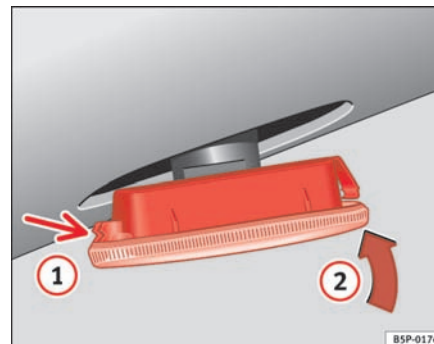

Fig. 144 Blinklygter i siden
- Sæt først blinklygten i monteringsstedet i karrosseriet. Sørg for, at låsetappen går i hak **①** ⇒ side 217, fig. 144. Sæt derefter blinklygten i i pilens retning **②** ⇒ side 217, fig. 144. ■